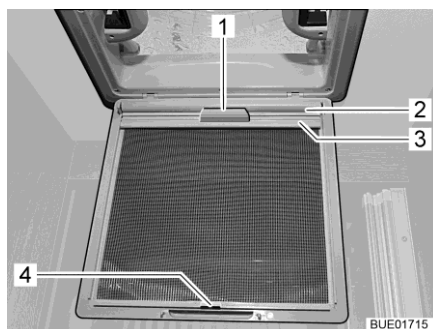

Fig. 29 Persiana oscurecedora enrollable (claraboya)
- Extraer la persiana oscurecedora enrollable (Fig. 29,2) por el tirador (Fig. 29,1) y enganchar el listón de sujeción (Fig. 29,3) en el gancho (Fig. 29,4) en la protección contra insectos.
- Desenganchar el listón de sujeción (Fig. 29,3) del gancho (Fig. 29,4) y regresar la persiana oscurecedora enrollable (Fig. 29,2) lentamente por el tirador (Fig. 29,1).